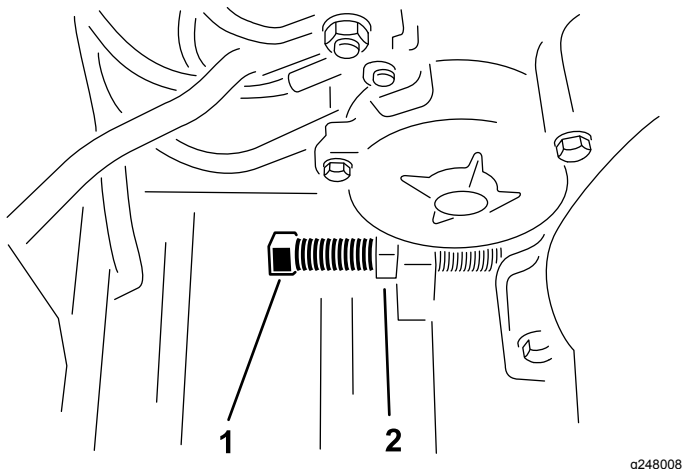

図 22
3. ジャムナットをゆるめ、調整ボルトで正しい距離にする図 22。
5. エンジンがフレームと並行になるように調整する。エンジン取り付けボルトをさらに、最後まで締め付ける図 22。